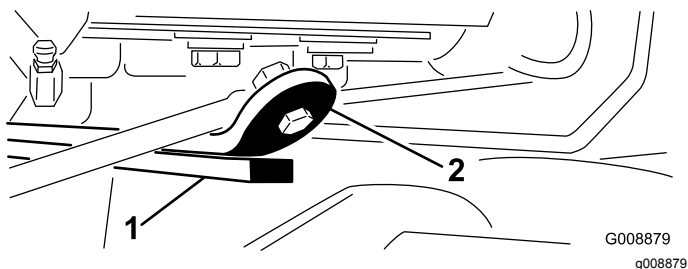

Рисунок 28
3. Запустите двигатель, поднимите подъемные рычаги и убедитесь, что зазор между износной накладкой в верхней части задней износной планки режущего блока и отбойной накладкой составляет от 0,51 до 2,54 мм, как показано на **Рисунок 28**.